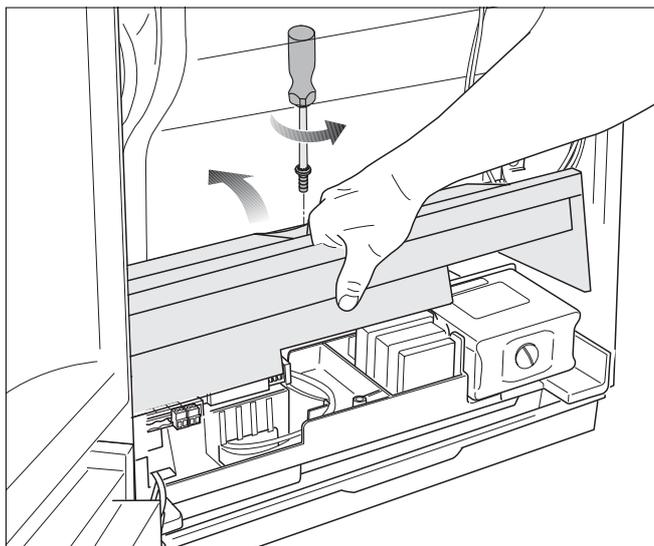

Fig. 23 Capovolgere verso l'alto la copertura dei collegamenti elettrici
- Allentare la vite del coperchio dei collegamenti elettrici e piegare il coperchio verso l'alto (fig. 23).